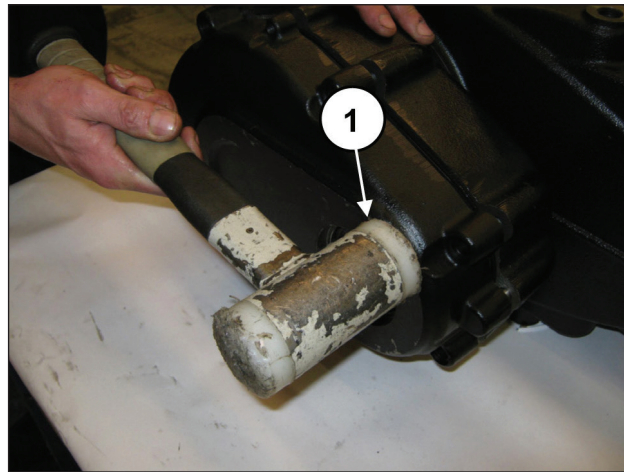
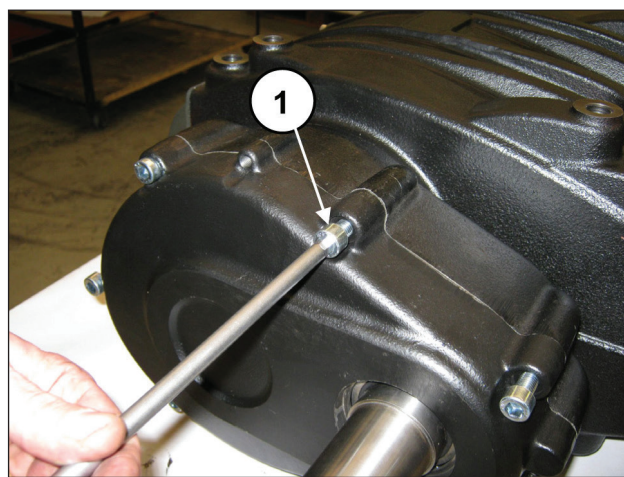

图 89
图 90
安装减速机盖，可使用锤子 (①, 图 89) 并通过7个M10x40 螺栓固定 (①, 图 90)。